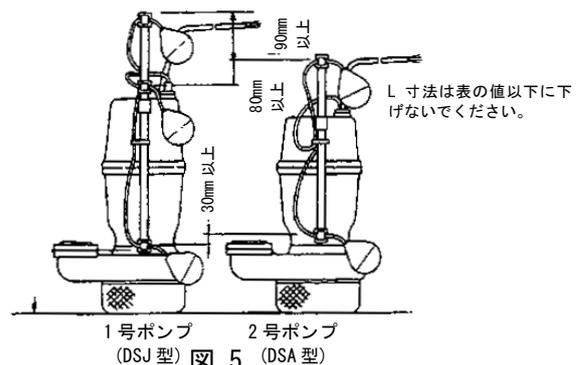

図 5
- 10) 自動交互形ポンプ (DSJ 型) は、DSJ型とDSA型を組にしてはじめて自動交互運転が行われます。図5の通りにフロートの位置を設定してください。フロートの位置関係が狂いますと正常な動作をしなくなる場合があります。